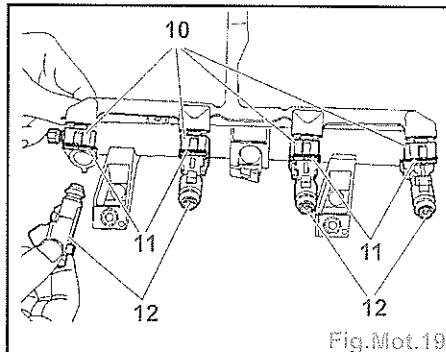

Fig.Mot.19
- Desserrer les écrous (7) et (6).
- Déposer la rampe d'alimentation / injecteurs essence (8).
- Débrancher les connecteurs (10) (Fig.Mot.19).
- les agrafes (11) (Fig. Mot. 19),